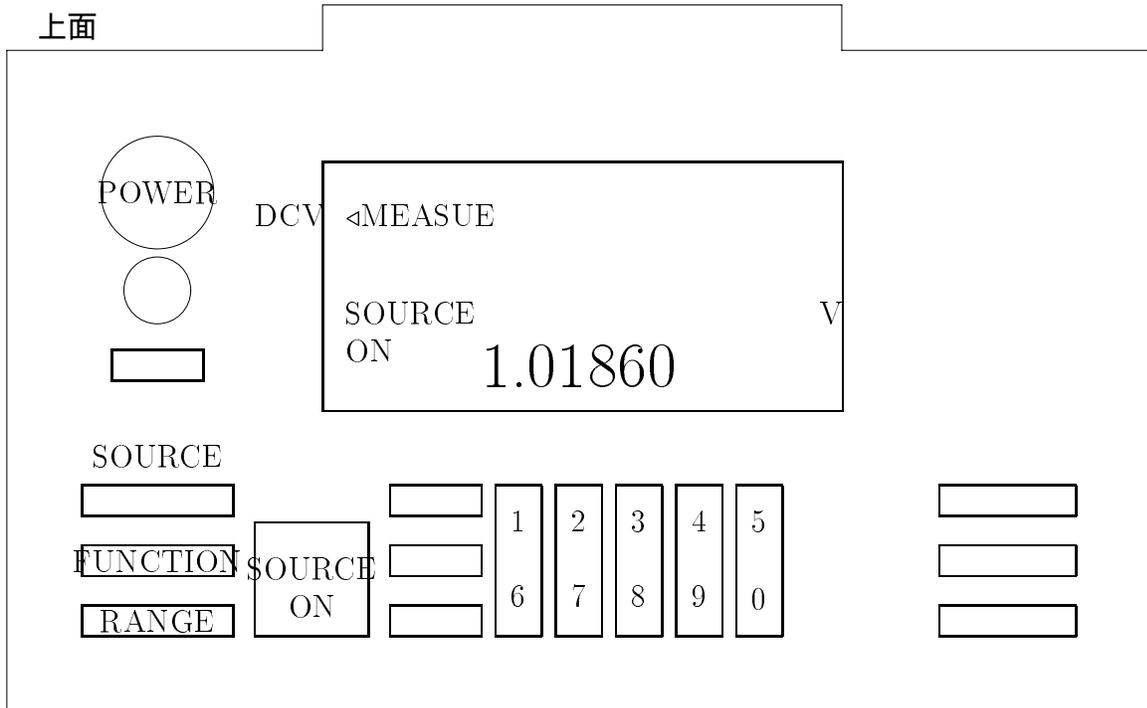

図 A.1: コンパクトキャル
2. 上面の POWER スイッチ (図 A.1 参照) を押す。
3. 液晶の表示部 (図 A.1 参照) に "MEASURE"、"SOURCE"、"OFF"、"0.000"、"mv" が表示されるのを待つ。
4. "SOURCE" の "RANGE" ボタン (図 A.1 参照) を押し、液晶の表示部の "mv" と "0.000" を "v" と "0.00000" に変える。
5. 図 A.1 の "1" から "0" までのキーを使用して液晶表示部の "0.00000" を "1.01860" の表示に変える。
6. "SOURCE ON" キー (図 A.1 参照) を押し、液晶表示部の "OFF" を "ON" に変える。以上の操作により、電位差計へ標準電圧の接続は終了する。